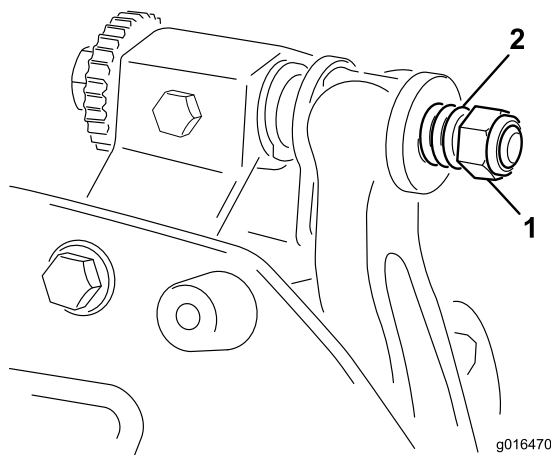

Figura 21
3. Aperte a porca da mola tensora até que a mola fique recolhida; em seguida, desaperte meia volta (Figura 21).